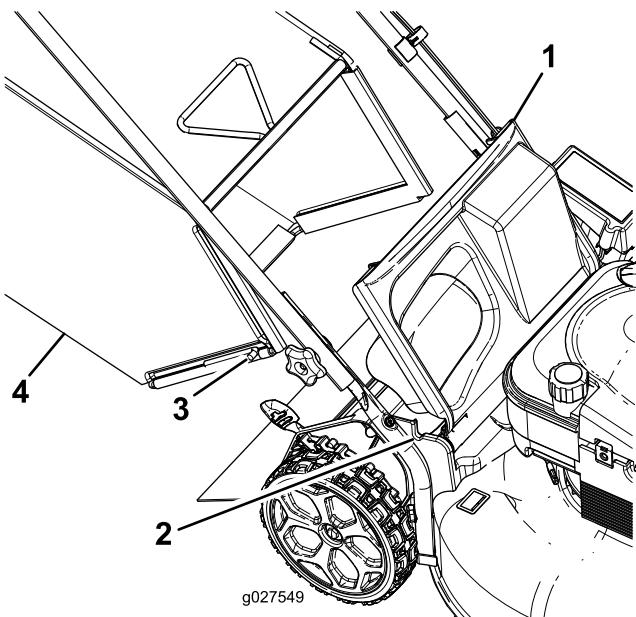

Figura 19
1. Levantar o defletor traseiro (Figura 19).
2. Insira as extremidades da barra do saco de relva nos entalhes dos suportes do manípulo (Figura 19).